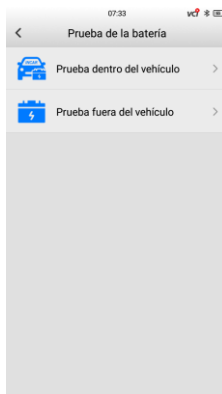

Figura 6-4 Ejemplo de pantalla Prueba de la batería
2. Seleccione **Prueba fuera del vehículo** (consulte Figura 6-4 Ejemplo de pantalla Prueba de la batería).